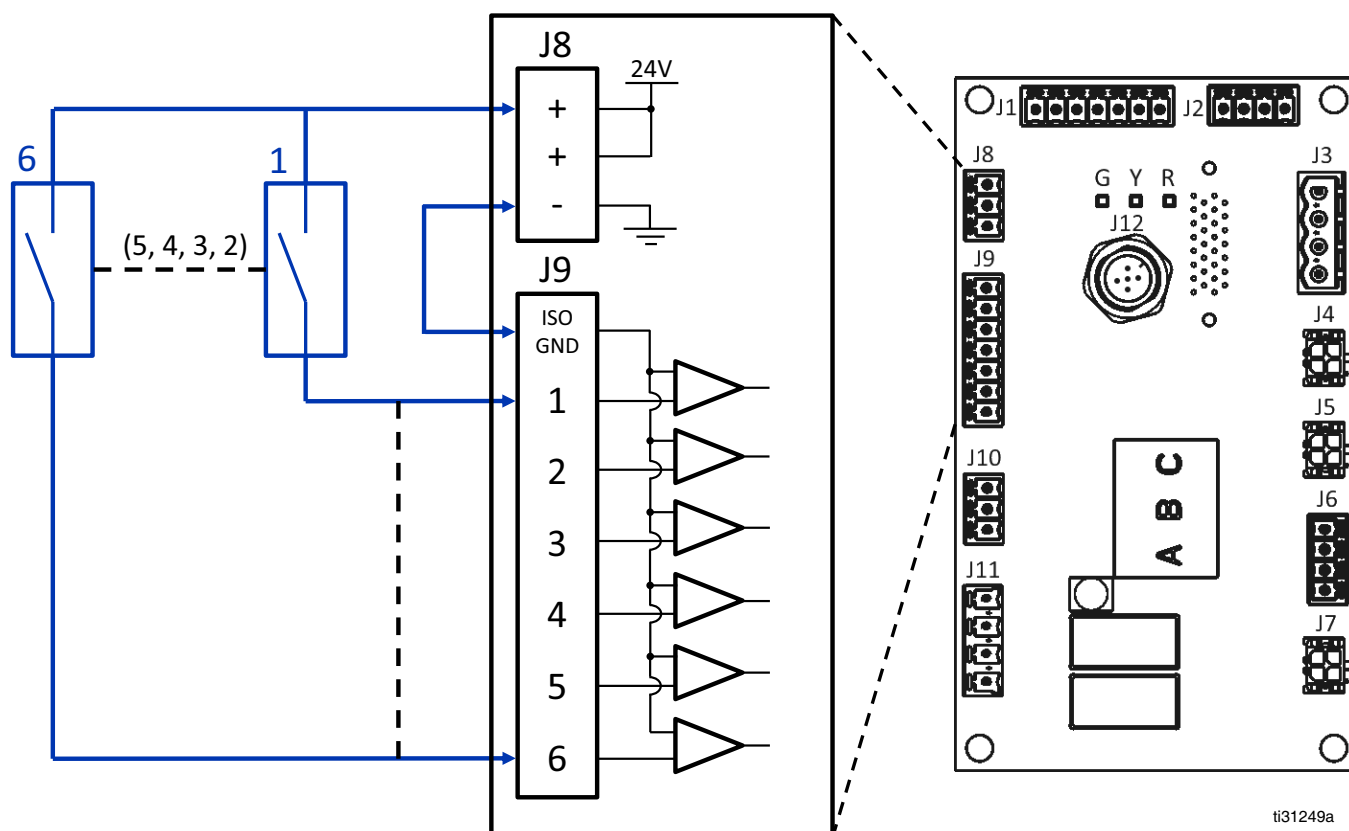

FIG. 14: Cablagem das entradas de contacto seco (circuito aberto/fechado) (J8 e J9)
- Cablagem das entradas de contacto seco (circuito aberto/fechado),** página 23. Ver FIG. 14 para referência.